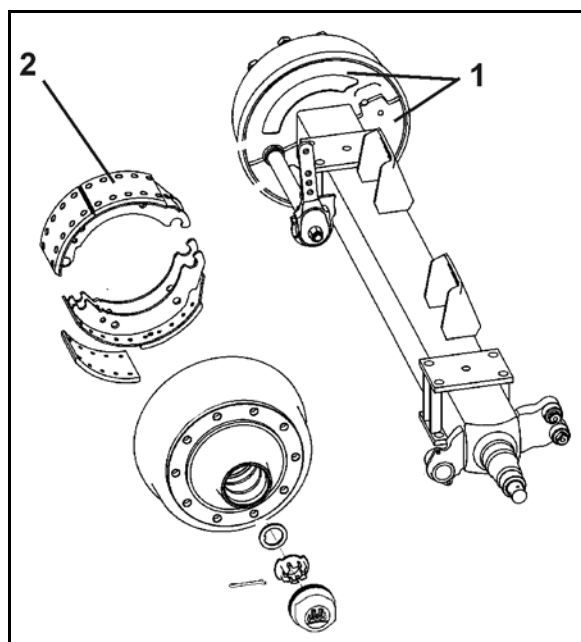

Fig. 154
1. Dévissez les deux tôles de protection (Fig. 154/1) sur le côté intérieur du tambour de frein.
Les impuretés qui pénètrent dans le frein peuvent se déposer sur les garnitures (Fig. 154/2) et dégrader sensiblement les performances du freinage.